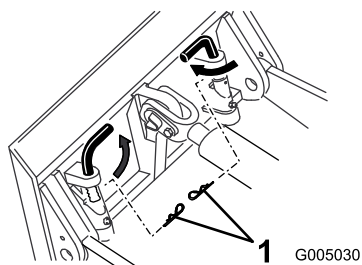

Figura 10
- Le piastre di montaggio (Figura 10) in alcuni modelli più vecchi delle trattrici sono dotate di molle forate e perni di fissaggio rapido che consentono l'installazione di 2 coppie a forcina per l'aratura di lunghi tratti. In questo modo, le vibrazioni dell'interratubo non causeranno l'allentamento dei perni.